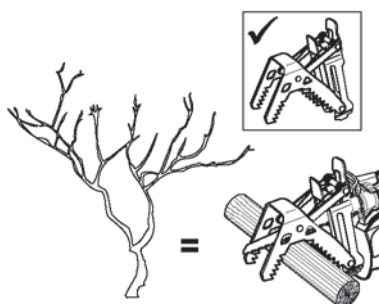

Fig. 11
- > La griffe d'abattage [1] sert à guider l'appareil pour la coupe de branches rondes ou de perches fines (d'un diamètre inférieur à 6 cm) (Fig. 11, 12).